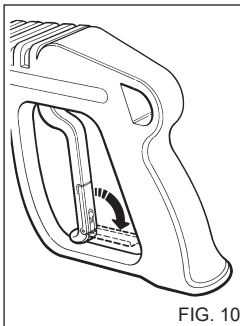

FIG. 10
- Lukitse laitteen varressa oleva turvalaite silloin, kun laitetta ei käytetä. (fig. 10).